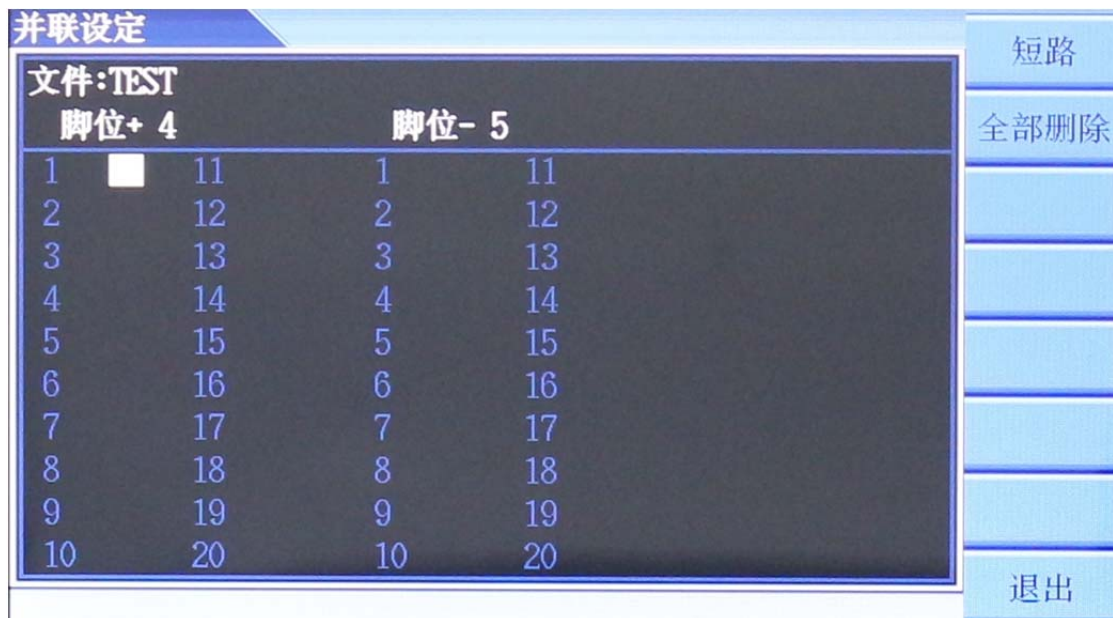

图 3-22
- (d) **并联** 线圈并联设置, 按下【**并联**】软键进入线圈并联设置界面如图 3-22 所示